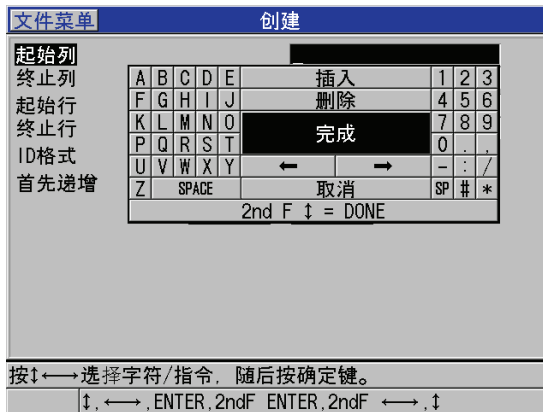

图 11-10 配置 2D 栅格类型文件的 ID 范围
3. 在**创建**屏幕的第二页中 (参见第 151 页的图 11-10):